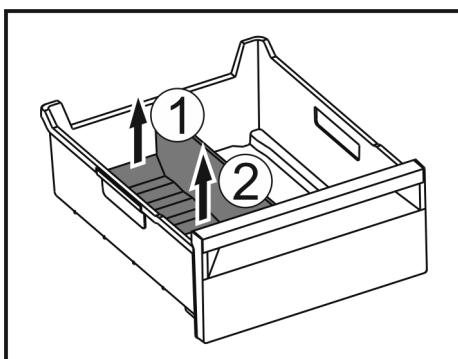

Fig. 164
- Підняти задню частину перегородки відділення для льоду. Fig. 164 (1)
- Вилучити перегородку рухом вгору. Fig. 164 (2)